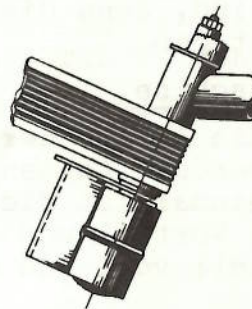

Abb. 20
- Durch Ablegen des Gurtes wird die Rolle entspannt (Abb. 20)